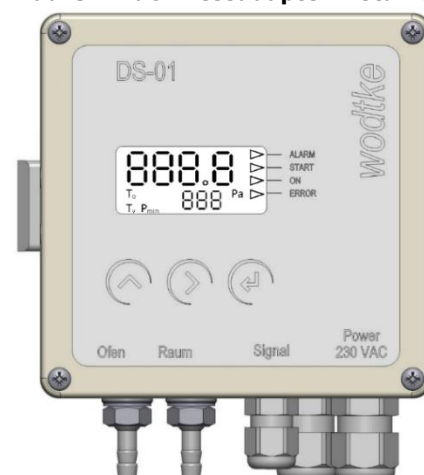

Abb. 6: Frontansicht DS 01 L
4. Am DS 01 L den Silikonschlauch am Druckanschluss „Ofen“ anschließen (Abb. 6 Pos. 1). Falls der DS 01 L im gleichen Raum montiert wird, in dem auch der Ofen steht, bleibt der Druckanschluss „Raum“ (Abb. 6 Pos. 2) entweder einfach offen oder wird ebenfalls über einen weiteren Silikonschlauch mit dem Aufstellraum verbunden.
5. Falls der DS 01 L nicht im gleichen Luftverbund montiert wird wie der Ofen (z.B. im Keller), muss der Druckanschluss „Raum“ (Abb. 6 Pos. 2) unbedingt über den wotke Silikonschlauch mit dem Aufstellraum verbunden werden.